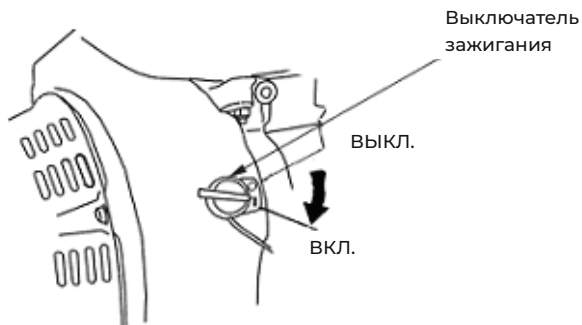

Рис. 15
4. Переведите выключатель зажигания в положение ON – включено. (рис. 15).